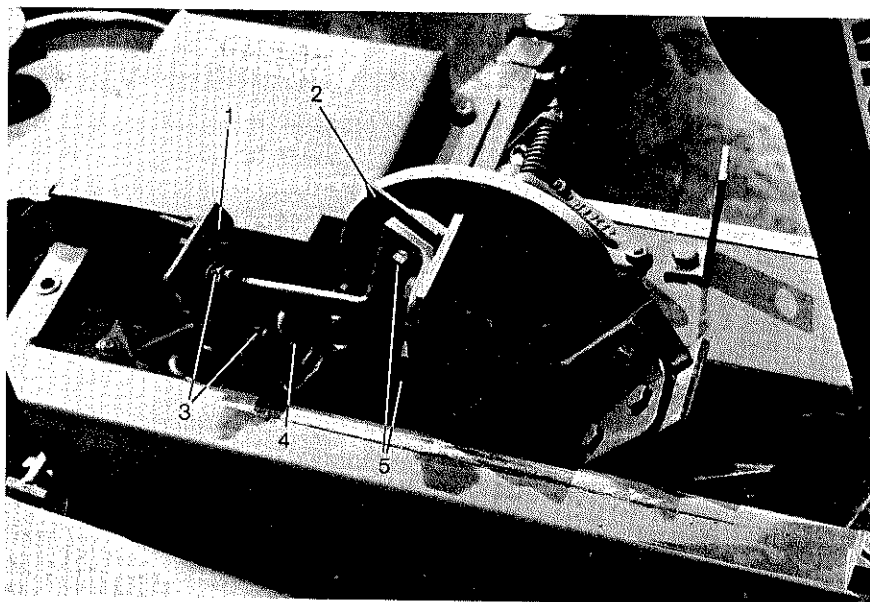

Abb. 8
Zum Ausbau der Messer (2), Abb. 8, zur Erzielung einer größeren Häcksellänge, sind die beiden Schrauben (5) zu lösen. Danach läßt sich das Messer in Schnittrichtung herausziehen. Anschließend die beiden Schrauben (5) wieder anziehen.
Eine optimale Wirkung der Reibplatten wird erzielt, wenn der Abstand der Reibplatten zu den Wurfschaufeln 1, Abb. 8, Seite 9, 1-3 mm beträgt und die Kanten der Wurfschaufeln und der Reibplatten scharfkantig sind. Die Wurfschaufeln sollten deshalb von Zeit zu Zeit nachgeschliffen werden.
Zum Einstellen der Wurfschaufeln (1), Abb. 8, müssen jeweils die beiden Schrauben (3), Abb. 8, gelöst werden. Mit der Stellschraube (4), Abb. 8, kann die Schaufel verstellt werden. Anschließend die Schrauben (3) wieder anziehen. Danach die Stellschraube auf Vorspannung (Druckspannung) bringen, damit die Wurfschaufel selbst bei losen Befestigungsschrauben nicht nach außen rutschen kann.